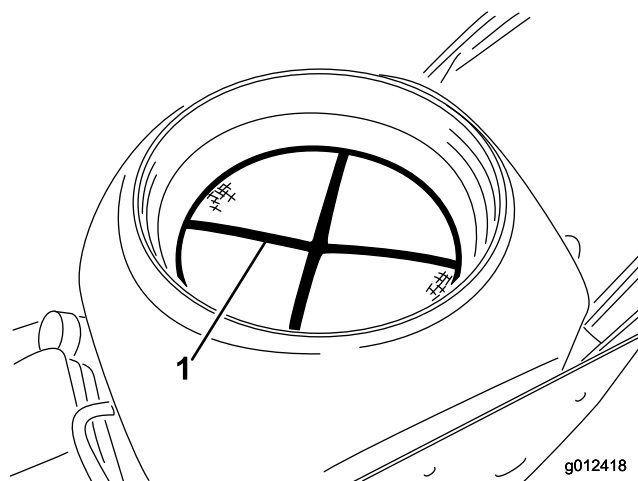

Figure 30
2. Déposez le filtre de la cuve de peinture (Figure 30) et lavez-le à l'eau.